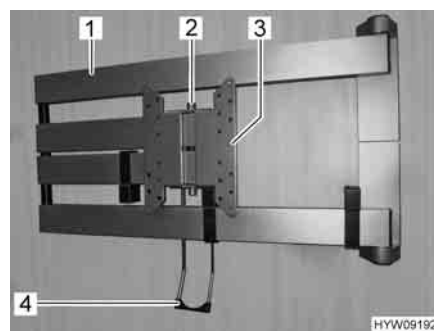

Fig. 12 Supporto con braccio snodato (alternativa)
- Ruotare lo schermo piatto all'indietro nella sua posizione iniziale, finché il supporto (Fig. 11,4 o Fig. 12,3) non si innesta nel bloccaggio (Fig. 11,3 o Fig. 12,2) producendo un suono.